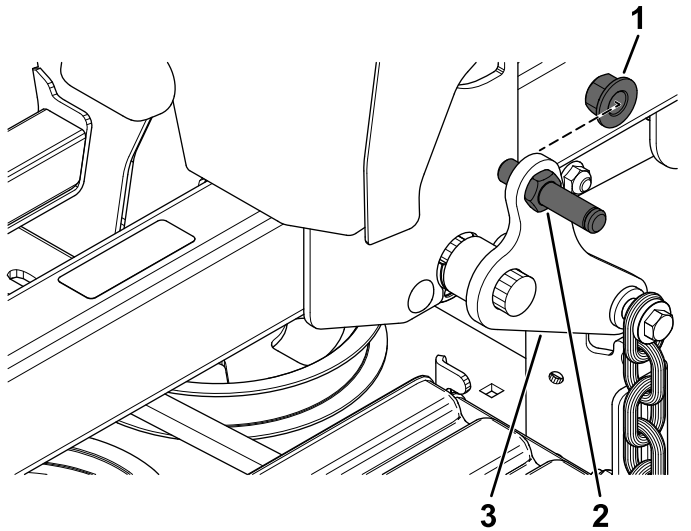

Bild 9
1. Sichern Sie den Lagerbolzen am hinteren Mähwerkhubarm mit einer Sicherungsmutter (1/2"), wie in **Bild 9** dargestellt.